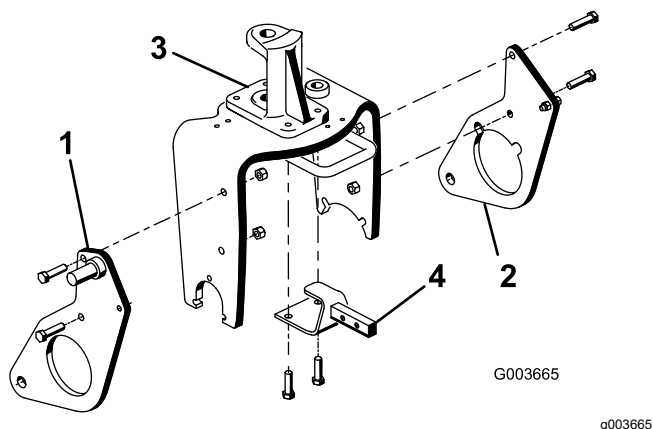

Figura 11
1. Montai fără a strânge placa de plug dreapta în partea dreaptă a furcii de roată cu 2 uruburi ($\frac{1}{2} \times 2"$) i contrapiulie aa cum se arată în Figura 11.
2. Repetai procedura cu placa de plug stânga (Figura 11).
4. Îndepărtați i eliminați cele 2 uruburi care fixează partea din față a pivotului de direcție la partea de sus a furcii de roată (Figura 11).
5. Folosind furca de roată i orificiile de montare a pivotului de direcție, montați suportul cadrului de cuplare pe partea inferioară a furcii de roată cu 2 uruburi ($\frac{1}{2} \times 1 \frac{3}{4}"$); consultați Figura 11.